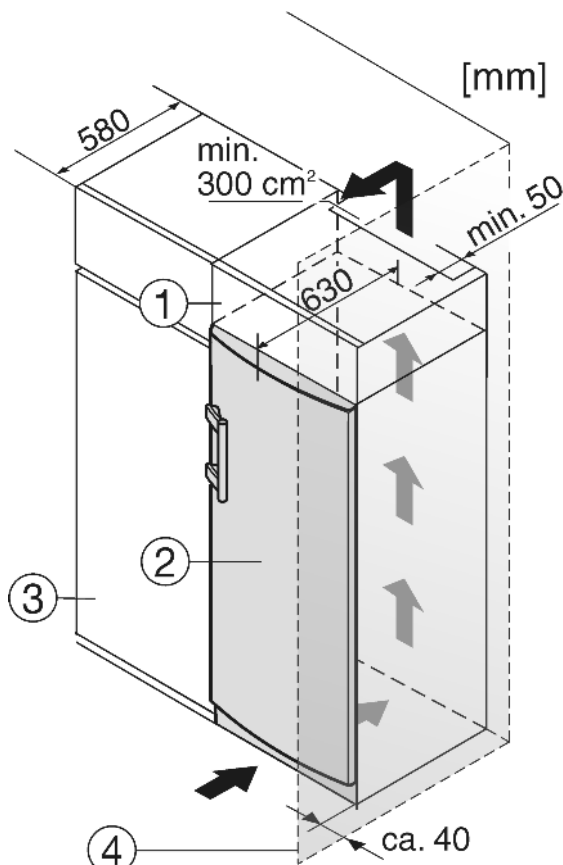

Fig. 8
- (1) Дополнительный шкафчик
- (2) Устройство
- (3) Кухонный шкаф
- (4) Стенка
Устройство может быть окружено предметами кухонной обстановки. Чтобы уравнивать устройство Fig. 8 (2) по высоте с кухонной стенкой, можно установить над устройством соответствующий дополнительный шкафчик Fig. 8 (1).
При комбинировании с обычными кухонными шкафами (глубина макс. 580 мм) устройство можно установить непосредственно рядом с кухонным шкафом Fig. 8 (3). Дверь устройства выступает по сторонам на 34 мм и по центру устройства на 50 мм относительно передней стенки кухонного шкафа. Поэтому ее можно свободно открывать и закрывать.
Если устройство установлено на шарнирах у стены *Fig. 8 (4)*, то расстояние между устройством и стеной должно быть не менее 40 мм. Настолько выступает ручка при открытой дверце.